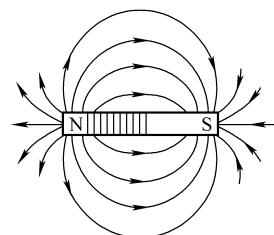

图 1-7 磁力线分布
2) 磁力线。为了形象地描述磁场的强弱和方向，科学家虚构出一组曲线，叫磁力线，如图 1-7 所示。